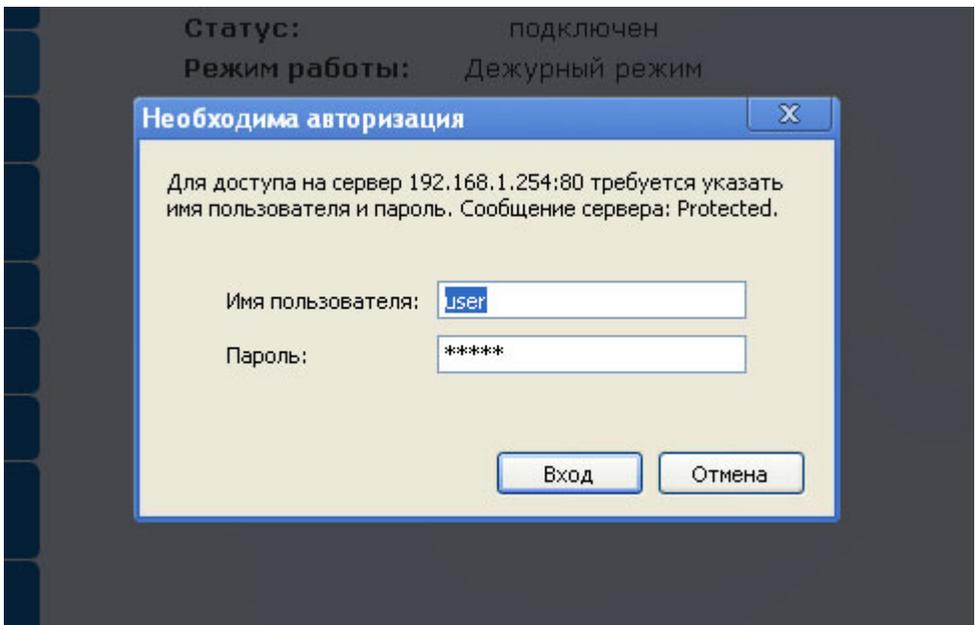

Рисунок 4 - Окно ввода пароля
5.3.1. Вход на страницу настройки параметров ИБП защищен паролем (рисунок 4), который требуется ввести в окне авторизации (окно с предложением ввода пароля появляется при попытке перейти на защищенную страницу):